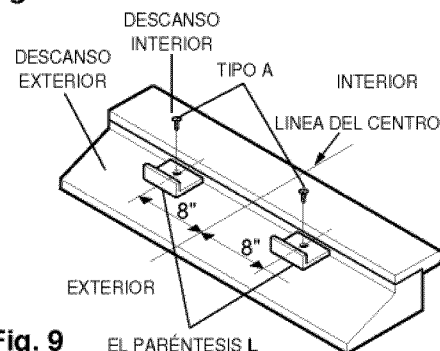

Fig. 9 EL PARÉNTESIS L
- a. Cuidadosamente levante el aire acondicionado y colóquelo en el hoyo de la ventana. Asegúrese de que la guía inferior del aire acondicionado caiga en lugar correcto del ménsula en L. Ver Fig. 9.